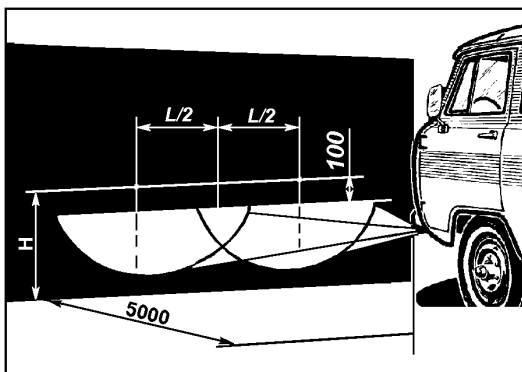

Рис. 9.43. Разметка экрана для регулировки противотуманных фар:
**Противотуманные фары** регулируйте так, чтобы световые пятна на стене или экране были расположены, как показано на рис. 9.43. Для замены лампы поверните патрон в сборе с лампой против часовой стрелки и выньте его из гнезда.